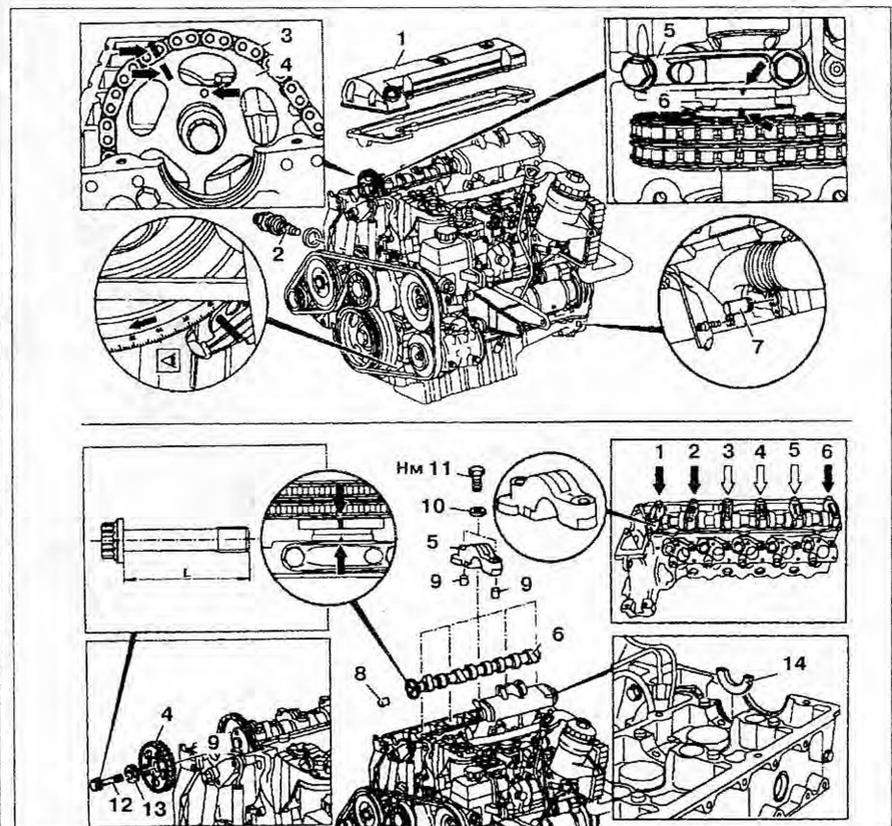

Рис. 2.13. Распределительный вал.
5. Снимите крышку головки блока цилиндров 1 (рис. 2.13).